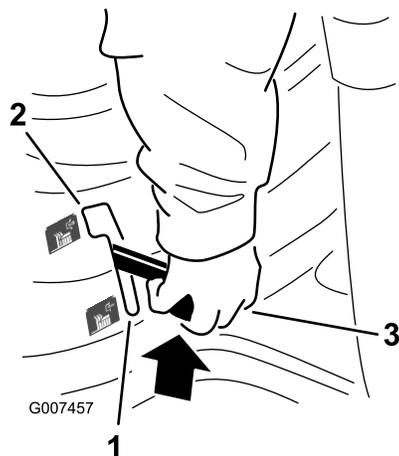

Bild 6
2. Stellen Sie den Zapfwellenantrieb (ZWA) langsam auf „Einkuppeln“ (Bild 6).
2. Stellen Sie den Zapfwellenantrieb (ZWA) auf „Ausgekuppelt“ (Bild 6).